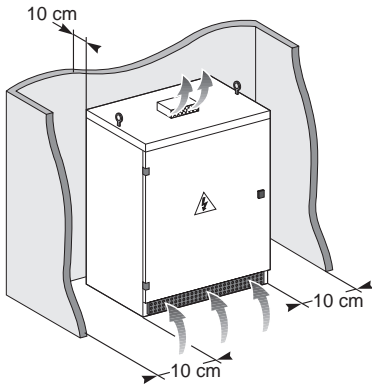

Fig 5
Ventilación (fig 5)
- Coloque el equipamiento de tal manera que las aberturas de ventilación queden libres: deje un espacio de 10 cm entre las baterías y la pared (**fig 5**).